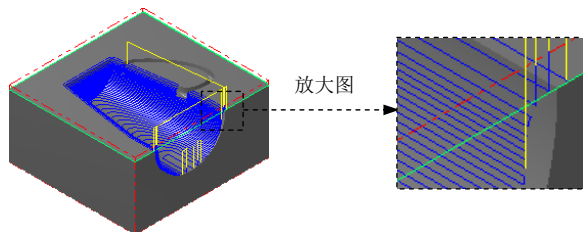

图 21.17 刀具路径
(1) 设置曲面参数。在“曲面粗加工等高外形”对话框中单击 **曲面参数** 选项卡，在 **预留量** (此处翻译有误，应为“加工面预留量”，下同) 文本框中输入值 0.5，在 **预留量** (此处翻译有误，应为“干涉面预留量”，) 文本框中输入值 0.2，其他参数采用系统默认设置值。
(2) 设置粗加工等高外形参数。在“曲面粗加工等高外形”对话框中单击 **等高外形粗加工参数** 选项卡，在 **Z 轴最大进给量** 文本框中输入值 1.0，在 **两区段间的路径过渡方式** 区域选中 **沿着曲面** 单选项以及“曲面残料粗加工”对话框中左下方的 **切削顺序最佳化** 复选框。
(3) 单击“曲面粗加工等高外形”对话框中的 **✓** 按钮，同时在图形区生成图 21.17 所示的刀具路径。